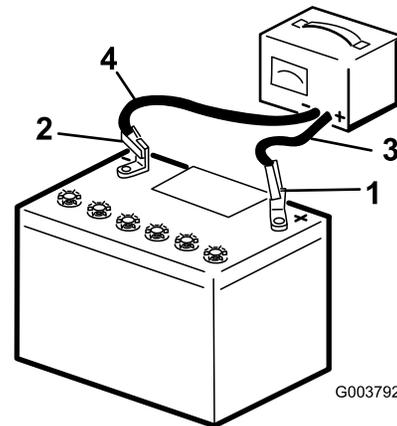

Bild 51
2. Laden Sie die Batterie für vier bis acht Stunden mit 3-4 Ampere auf (Bild 51). Überladen Sie die Batterie nicht.
3. Wenn die Batterie voll geladen ist, ziehen Sie den Stecker des Ladegeräts aus der Dose. Klemmen Sie dann die Klemmen des Ladegeräts von den Batteriepolen ab (Bild 51).